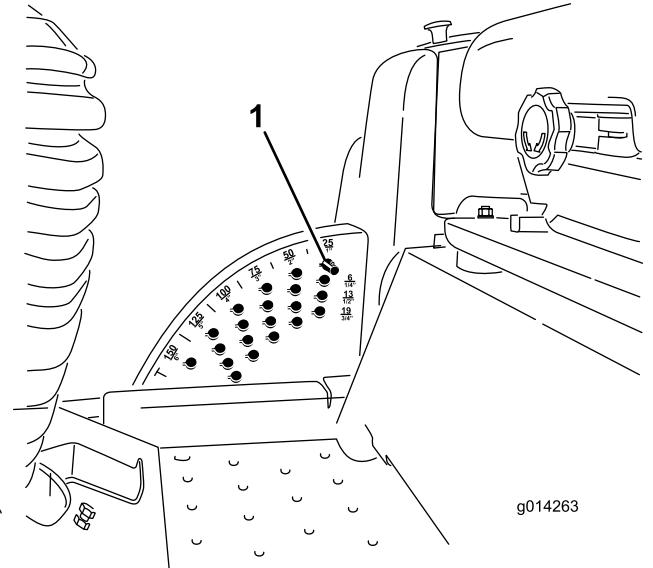

图 8
1. 在发动机运行的同时向后推滚刀组提升开关直至滚刀组完全升起然后立即松开开关图 8。
2. 要调节剪草高度请旋转限位销直至销上的小块与剪草高度支架孔内的槽在一条线上然后取下限位销图 8。
3. 选择剪草高度支架对应所需剪草高度的孔插入限位销将其向下旋转并锁定到位图 8。
**注意** 共有 4 排孔的位置图 8。最上面的一排是高于限位销的列明剪草高度。其下第二排的剪草高度为列明剪草高度加 6mm。其下第三排的剪草高度为列明剪草高度加 12mm。最下面一排的剪草高度为列明剪草高度加 18mm。15.8cm 位置仅有 1 个孔位于第二排。此孔不需添加 6mm 即可到达 15.8cm 的位置。